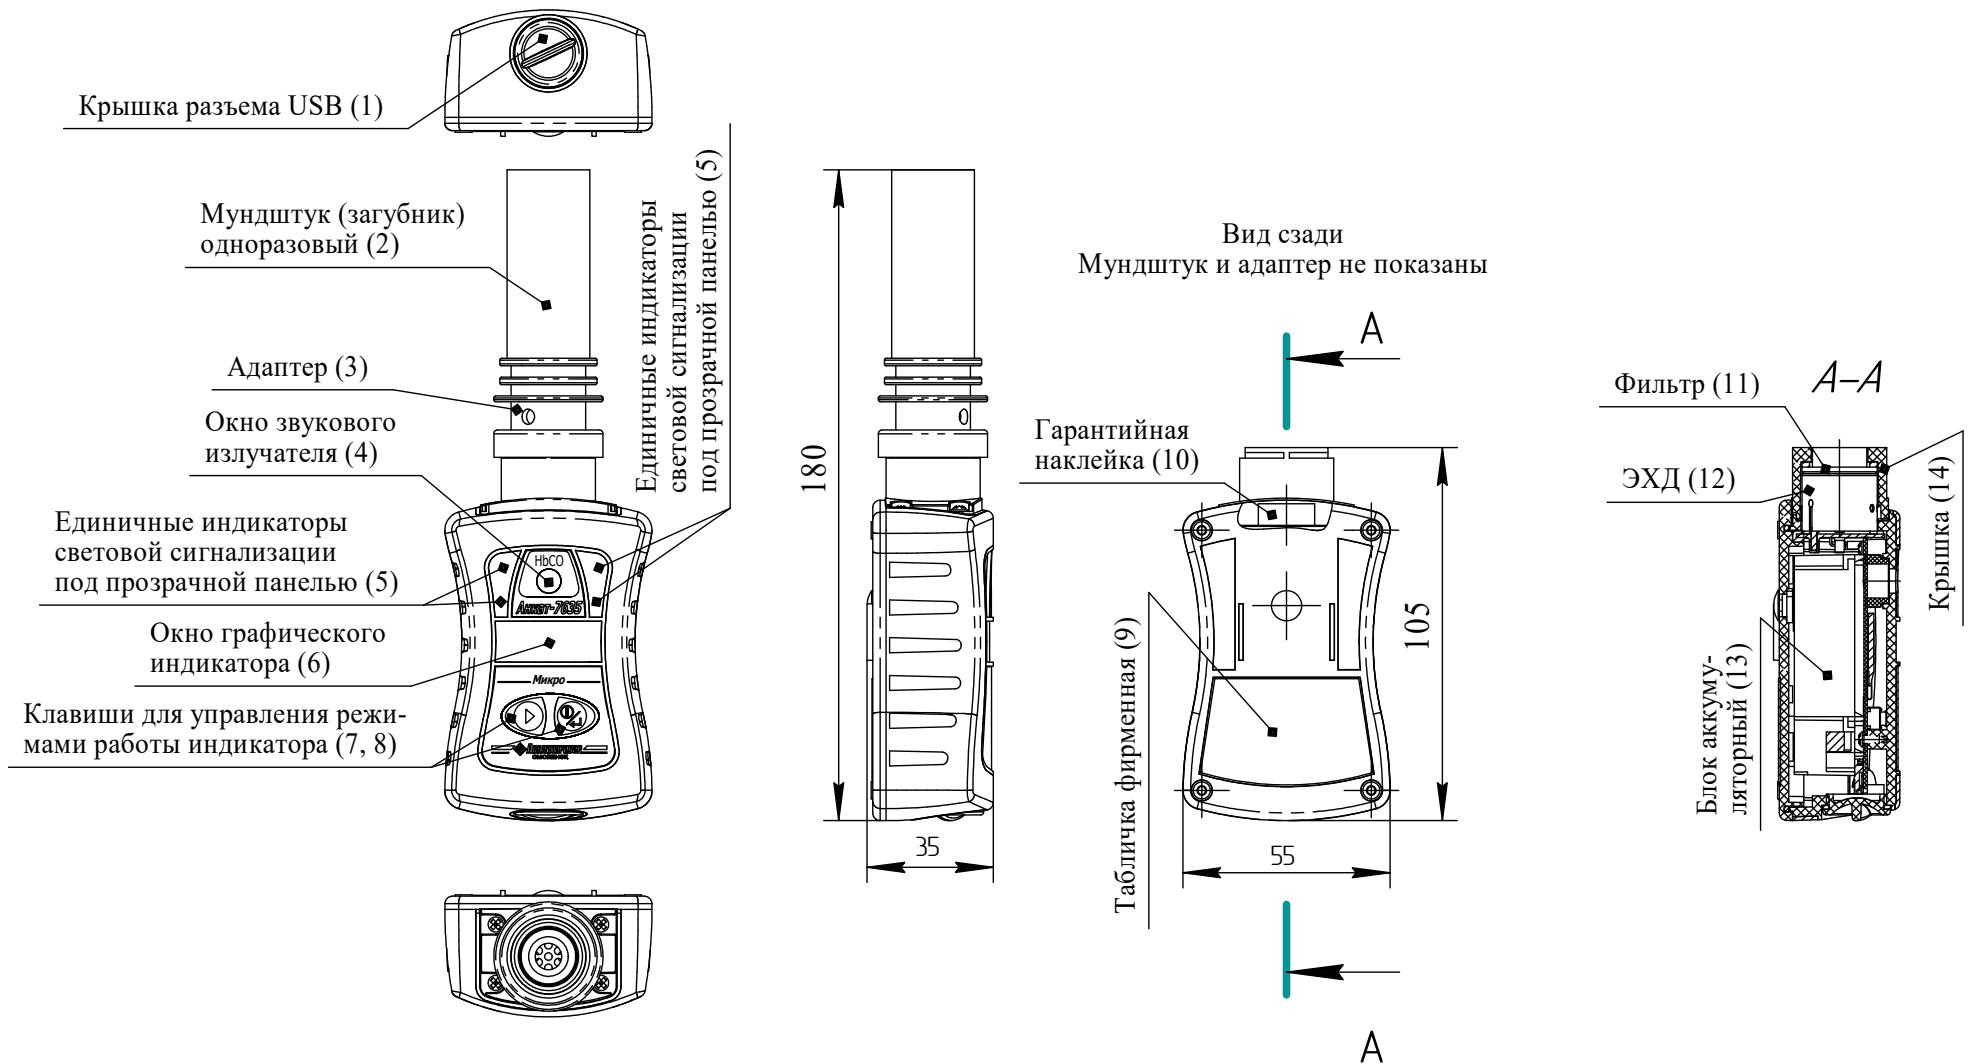

Рисунок 1.1 – Прибор для определения оксида углерода в выдыхаемом воздухе АНКАТ-7635Микро-NH₃CO.
1.4.1.3 На передней панели прибора расположены (см. рисунок 1.1):
- табло (графический индикатор) (6);
- единичные индикаторы световой сигнализации (5);
- пленочная клавиатура с двумя клавишами для управления режимами работы прибора «▶» (7) и «⏏» (8);
- окно звукового излучателя (4).